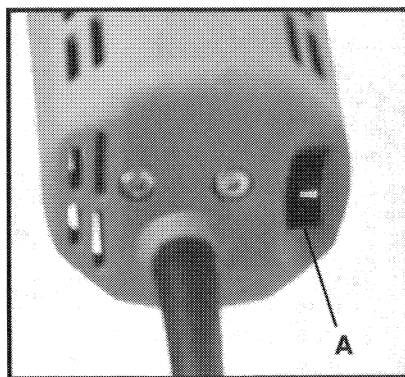

Fig. 2
La vitesse s'ajuste en tournant la molette (A) Fig. 2. La position 1 de la molette offre la vitesse de marche la plus lente (275 tr/min) et la position 6 la plus rapide (900 tr/min). La vitesse peut être changée pendant que le moteur tourne ou pendant qu'il est à l'arrêt.